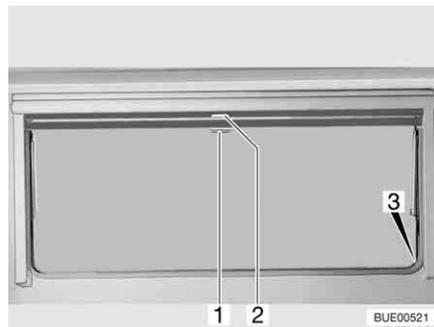

Fig. 51 Ventana abatible
- Tirar del asidero (Fig. 51,2) de la persiana oscurecedora enrollable hacia abajo. Cuando la persiana oscurecedora enrollable se cierre por completo, encajarla en el bloqueo (Fig. 51,3) a ambos lados del marco de la ventana.
- Cuando la persiana oscurecedora enrollable está completamente cerrada: Presionar el tirador (Fig. 51,2) hacia abajo y tirarlo ligeramente hacia dentro. Desenganchar la persiana oscurecedora enrollable de los bloques a izquierda y derecha del marco de la ventana.
- Cuando la persiana oscurecedora enrollable se encuentre en una posición intermedia: Tirar ligeramente del asidero (Fig. 51,2) hacia abajo, hasta que se hay soltado el bloqueo.
- Tirar hacia abajo de la mosquitera enrollable (Fig. 51,1) y engancharla en el bloqueo (Fig. 51,3) a ambos lados del marco de la ventana.
- Presionar el tirador (Fig. 51,1) hacia abajo y tirarlo ligeramente hacia dentro. Desenganchar la mosquitera enrollable de los bloqueos a izquierda y derecha del marco de la ventana.